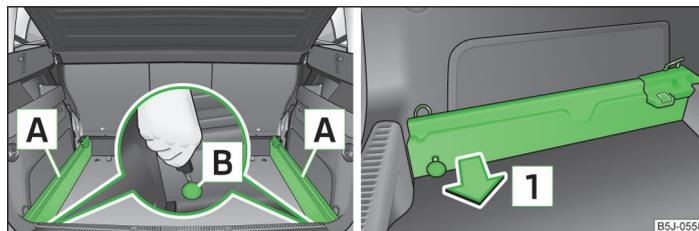

Fig. 51 Maletero: aflojar los puntos de seguridad / retirar las guías portantes
- › Soltar los puntos de seguridad » fig. 51 en las guías portantes con la llave del vehículo o con un destornillador plano.
- › Presionar el punto de seguridad » fig. 51 en cada guía portante hasta el tope.